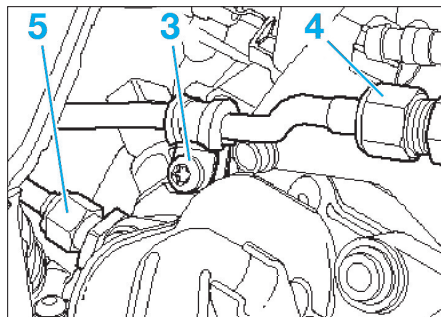

Fig. 32
- Déposer la bride (3) du tuyau haute pression (Fig.32).
- Desserrer l'écrou du tuyau haute pression (4) et (5).